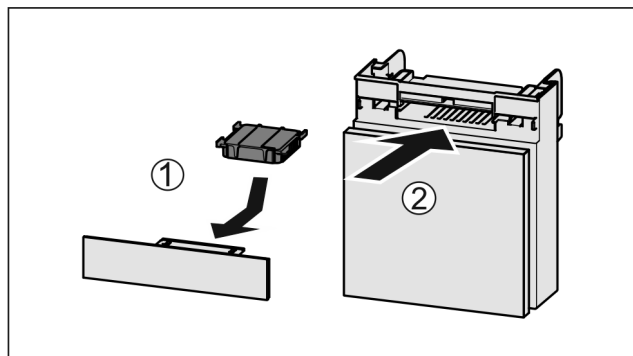

Fig. 158
- Filtr s aktivním uhlím vložte podle vyobrazení Fig. 158 (1).
- Zásuvku zasuňte Fig. 158 (2).